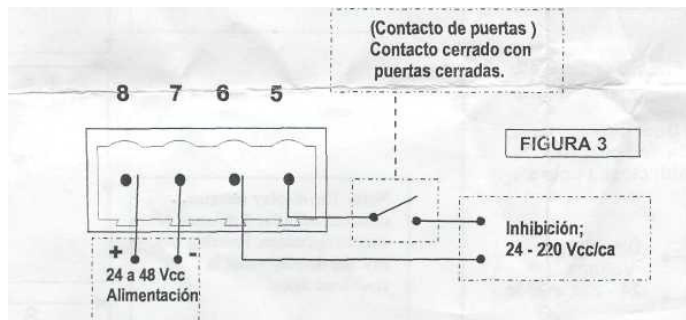

рис. 3
2. ПОДКЛЮЧЕНИЕ РАЗЪЁМА ЭЛЕКТРОПИТАНИЯ (рис. 3)
3. ПОДКЛЮЧЕНИЕ РАЗЪЁМА БЛОКИРУЮЩЕГО СИГНАЛА: (рис. 3)
2. БЛОКИРУЮЩИЙ СИГНАЛ (РИС. 3)